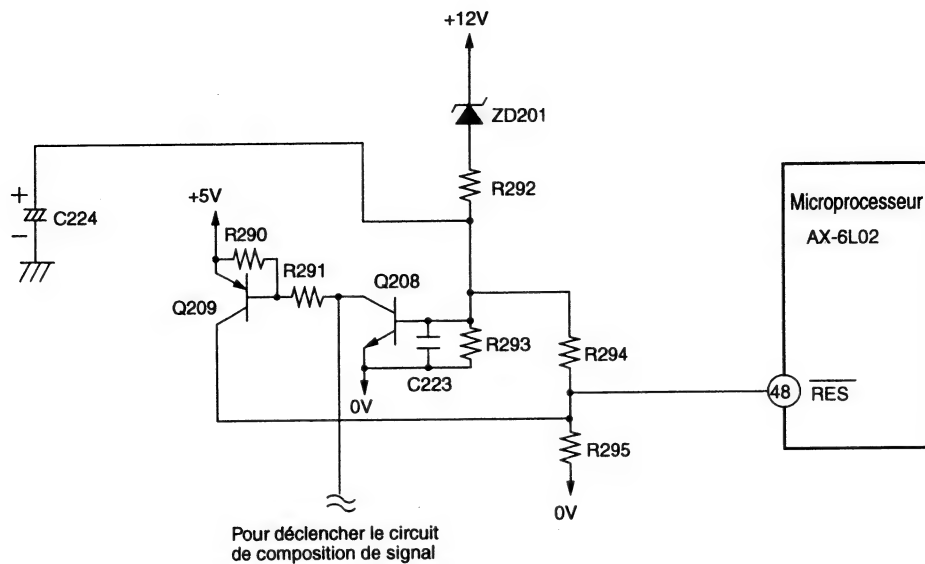

Fig. 9-1
- La Fig 9-1 représente le circuit de remise à zéro et la Fig. 9-2 indique les formes d'onde à chaque niveau lorsque l'alimentation est appliquée ou coupée.